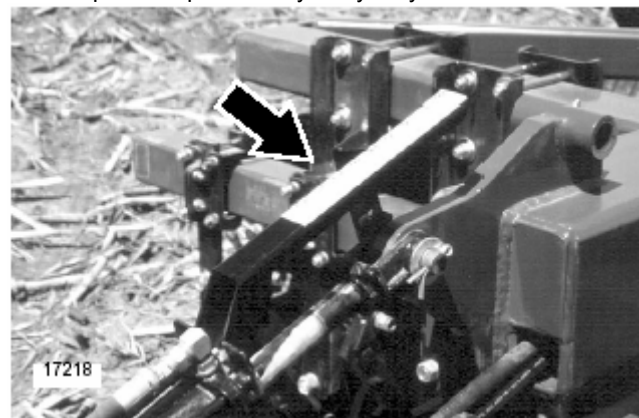

Рисунок 3-2
2. Установите цилиндр хвостовика так, чтобы ножи обеспечивали нужную глубину. Запомните это значение, указанное на линейке, прикрепленной к цилиндру (см. Рисунок 3-2), чтобы потом вернуться к такой же глубине.